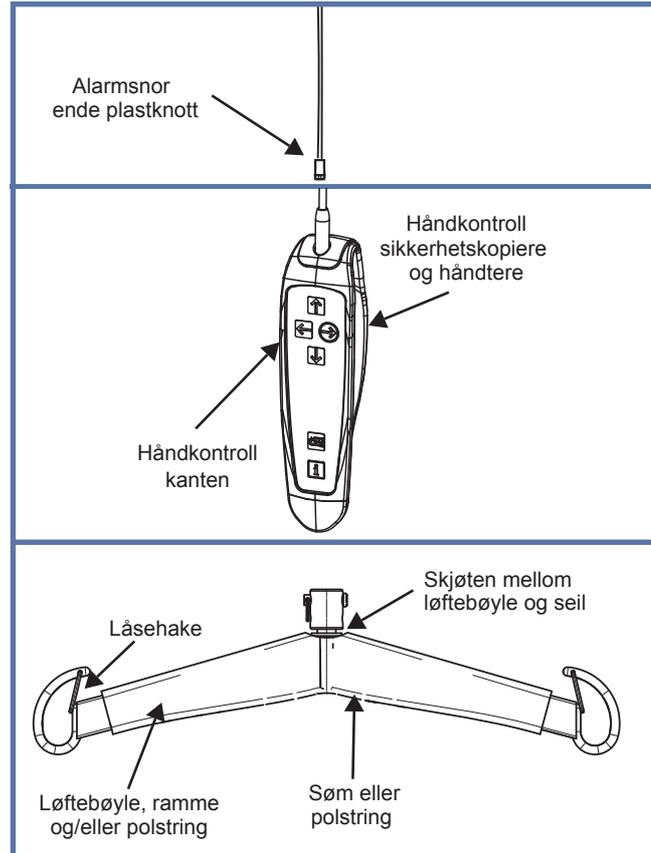

Fig. 52
**MERK:** Vær spesielt oppmerksom på områdene i Fig. 52. Her er det mest sannsynlig at bakterier samler seg. Bruk en mindre pensel og/eller bomullspinne for å nå dem.